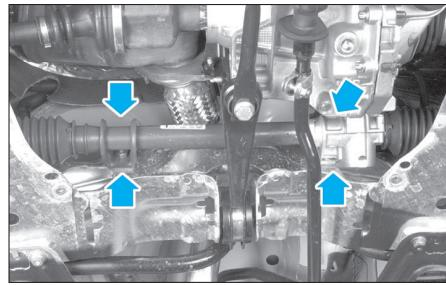

Fig. 10
- Déposer les vis de fixation du boîtier de direction sur le berceau (**Fig.10**).